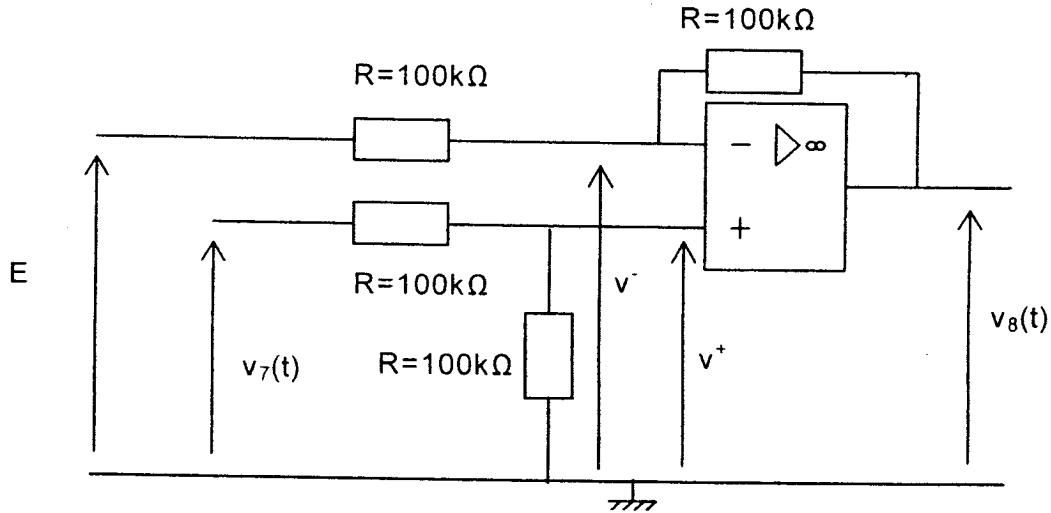

Figure 9 : montage soustracteur
3. Étude du soustracteur (voir figure 9)